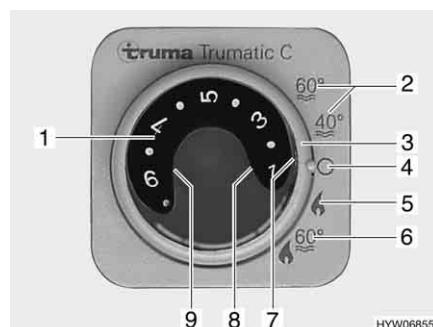

Bild 165 Bedieneinheit für Heizung/
- Betriebsart mit dem Drehschalter (Bild 165,3) einstellen.
Die Heizung wählt nach gewünschter Raumtemperatur selbstständig die benötigte Brennerstufe. Wenn die gewünschte Raumtemperatur erreicht ist, schaltet der Brenner ab. Bei Betriebsart "Heizung und Boiler" (Bild 165,6) wird auch das Wasser im Boiler erhitzt. Die Heizung kann in der Betriebsart "Heizung ohne Boiler" (Bild 165,5) mit leerem Boiler betrieben werden.
- Temperaturdrehknopf (Bild 165,1) an der Bedieneinheit auf gewünschte Heizstufe stellen.
- Drehschalter (Bild 165,3) auf Winterbetrieb "Heizung ohne Boiler" (Bild 165,5) oder auf Winterbetrieb "Heizung und Boiler" (Bild 165,6) stellen.
Grüne Kontroll-Leuchte (Bild 165,7) leuchtet.
- Drehschalter (Bild 165,3) auf "O" (Bild 165,4) stellen.
Die Kombination Gasbetrieb und 230-V-Elektrobetrieb verkürzt die Aufheizzeit (nur möglich, wenn die Heizung an der Bedieneinheit (Bild 165) auf Winterbetrieb gestellt ist).